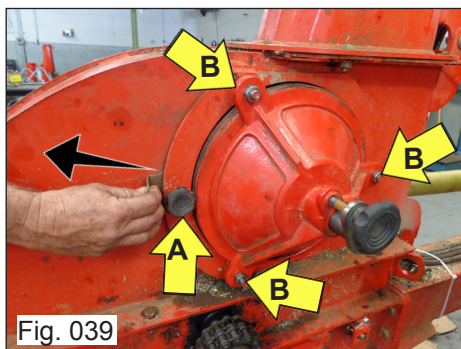

Fig. 039
- Puxe e retire a Tampa de proteção, soltando o Manípulo "A" (Fig. 039);
- Remova os 3 parafusos de fixação "B" (Fig. 039) e tire o Afiador;
- Saque y retire la tapa protectora aflojando la perilla de "A" (Fig. 039);
- Pull out and remove the protective cap by loosening the knob "A" (Fig. 039);
- Remove the 3 fixing screws "B" (Fig. 039) And take the sharpener;